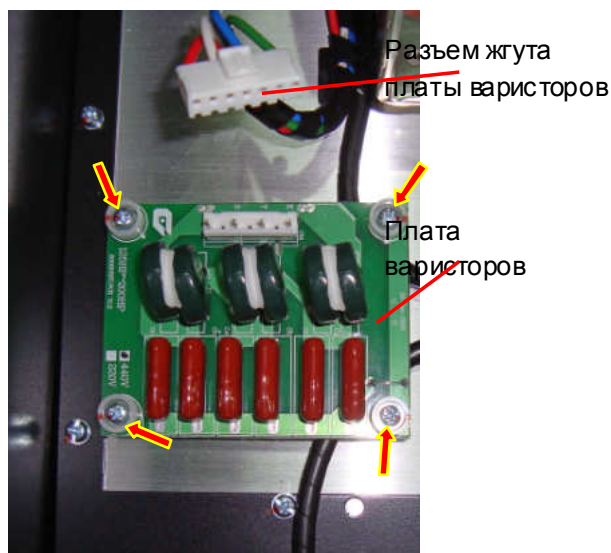

Рис. 7.30.
7.15.1. Установить плату варисторов на корпусе и закрепить ее винтами 4 шт. Соединить разъем жгута платы варисторов с ответной частью разъема на плате (рис. 7.30).